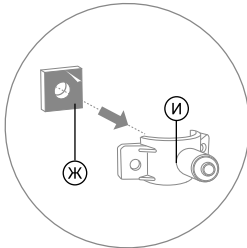

Рис. 12
17. Снимите с уплотнительной прокладки (Ж) защитную пленку. Приклейте прокладку с внутренней стороны хомута (И), одновременно совмещая отверстие в прокладке с выходным отверстием в хомуте (рис. 12).